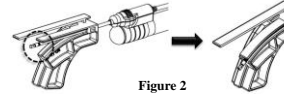

Figure 2
- S'assurer que la plus large des deux bandes noires de la canule s'étend au-delà de l'extrémité de l'anneau de centrage avant le centrage (**Figure 2**). Si cette bande ne s'étend pas au-delà de l'extrémité de l'anneau, la pièce à main risque de ne pas fonctionner correctement une fois centrée.
**REMARQUE :** L'embout de la canule pour les pièces à main de 15 Ga x 10 cm et de 13 Ga x 10 cm ne dépassent pas l'anneau de centrage, comme l'illustre la **Figure 2**. Pour ces pièces à main, il suffit de les insérer totalement (au maximum) dans l'outil de centrage avant le centrage.